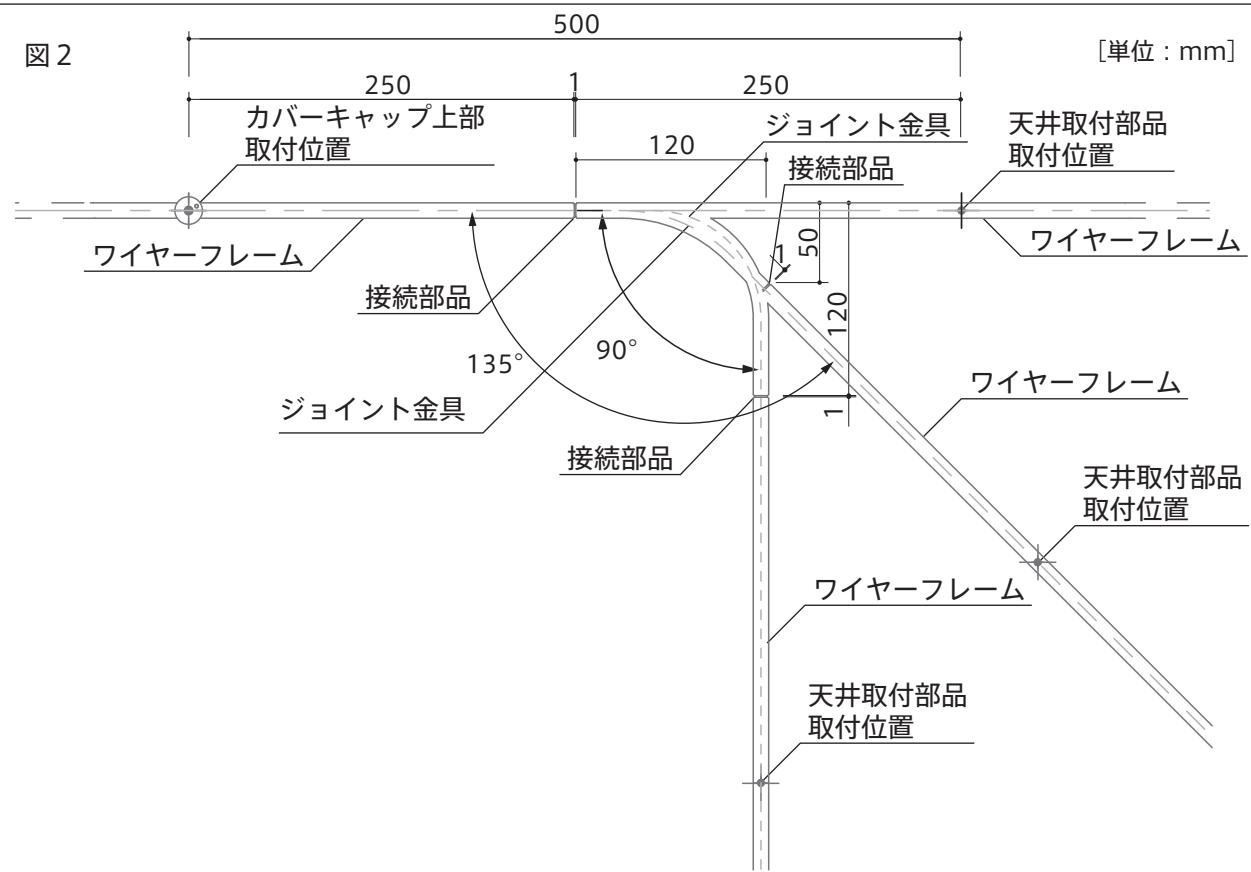

図3
3. ワイヤーフレームに接続部品を差し込んで端から連結していきます。 (図3)
- ※ 角度をつけて連結する場合、ジョイント金具の接続部が付いていない側は、SFHL - HERACLEUM3 - EL に同梱の接続部品を使用して連結してください。 (図3、図4)